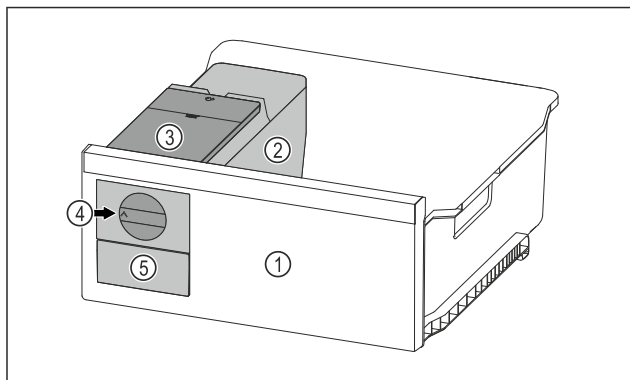

Fig. 104 Beispielhafte Darstellung
- Drehknopf Fig. 104 (4) im Uhrzeigersinn bis zum Anschlag drehen.
- Eiswürfel fallen aus der Eiswürfelschale in das Eiswürfelschubfach Fig. 104 (5).